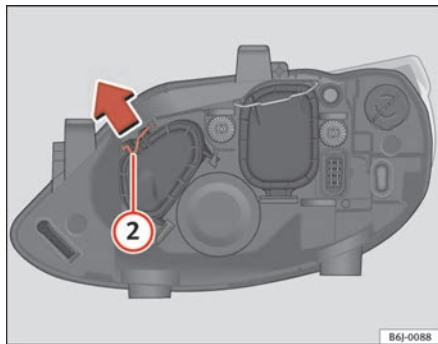

Abb. 147 Fernlicht
- Die Strebe ② in Pfeilrichtung verschieben und den Deckel abnehmen ⇒ Abb. 147.